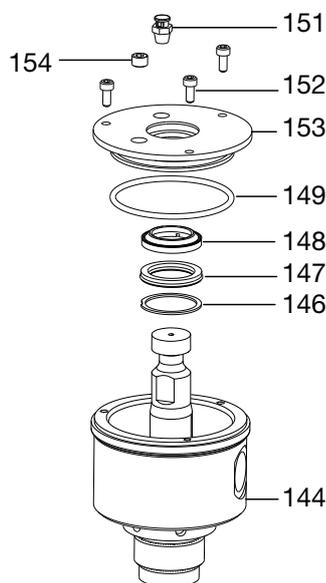

図 9
5. 封入接液カップ (144) 付きの置換ポンプの場合には、3 本のネジ (152) を M4 六角レンチでゆるめて接液カップカバー (153) から取り外し、カバーを取り外します。接液カップ (144) 内の液体を捨て、清掃します。図 9。
6. 封入接液カップ (144) 付きの置換ポンプの場合には、Oリング (149) を Oリングピックで取り外し、スナップリング (146)、ワイパー (148) とシール (147) をマイナスドライバーで取り外します。